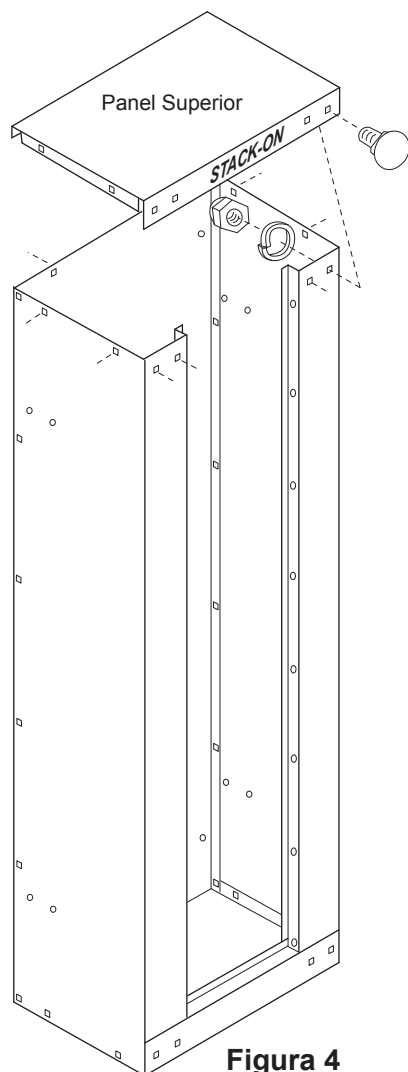

Figura 4
Con la pestaña frontal y trasera hacia la parte exterior del gabinete y las pestañas laterales hacia el interior del gabinete, ensamble con (10) tornillos, rondanas de presión y contratuercas de nylon. (figura 4)